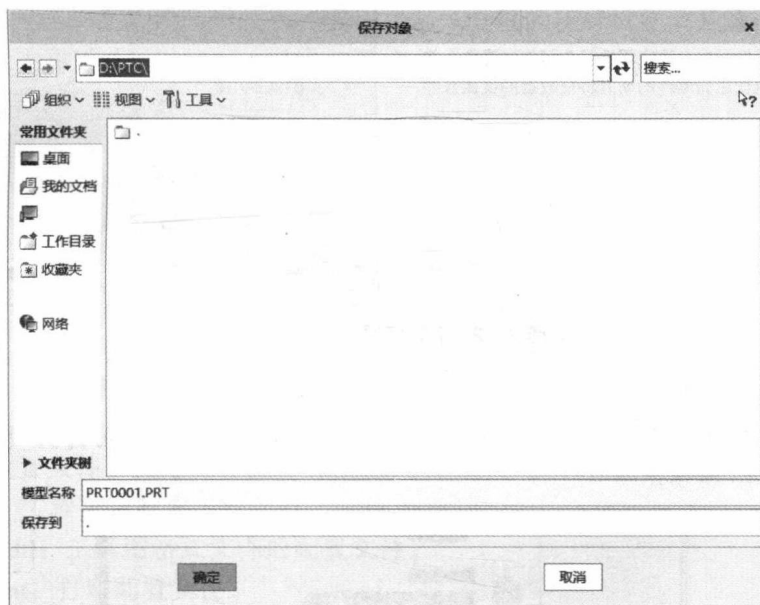

图 1-8 【保存对象】对话框
1) 单击快速访问工具栏中的【保存】按钮，弹出【保存对象】对话框，如图 1-8 所示。在此对话框中设置当前模型的保存路径，单击【确定】按钮完成文件的保存。